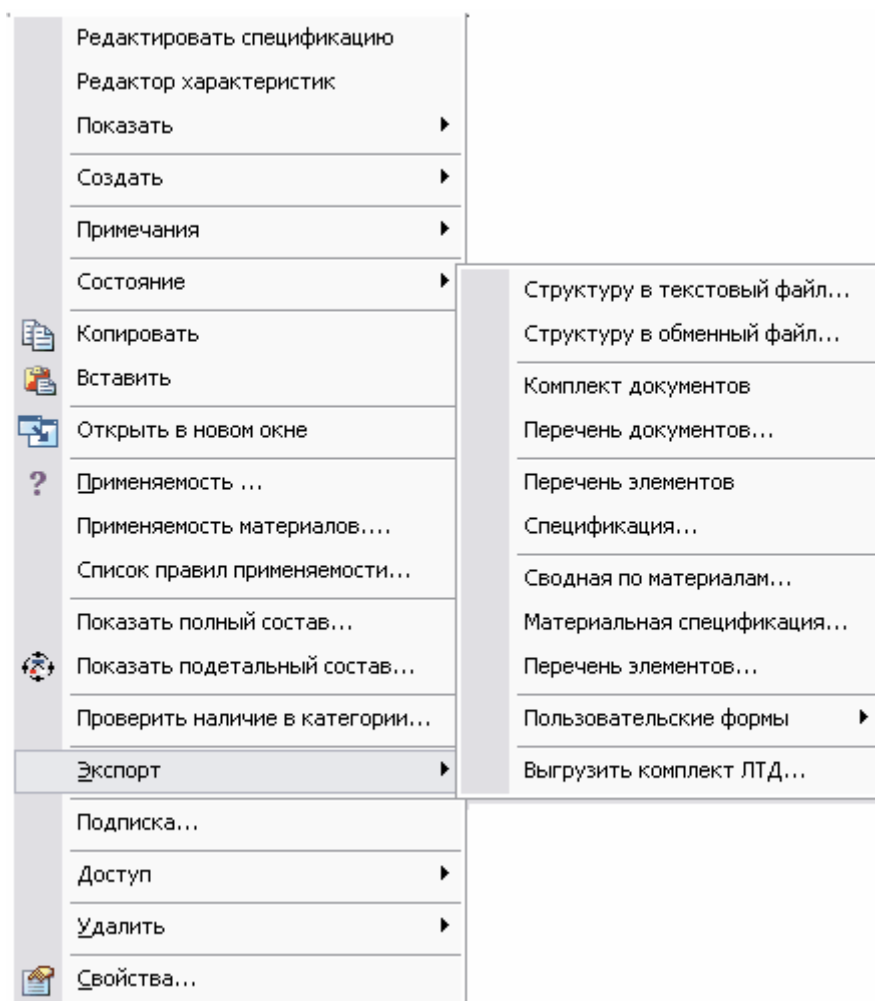

Рис. 88
1. Нажмите на версию изделия правой кнопкой мыши и в появившемся контекстном меню выберите пункт **Экспорт → Спецификация...** (Рис. 88).